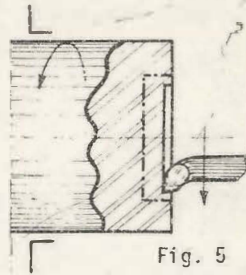

Fig. 5
- b Dé sucesivas pasadas hasta aproximarse a la medida del diámetro y profundidad requerida (fig. 5).
(fig.5) o micrómetro (fig.6).